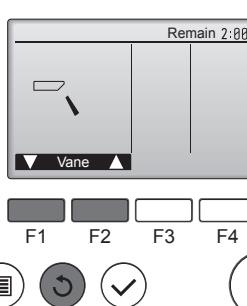

Fig. 7-4
- Appuyez sur la touche [CHOIX] pour afficher l'écran de fonctionnement du volet puis appuyez sur les touches [F1] et [F2] pour contrôler le volet automatique. (Fig. 7-4)